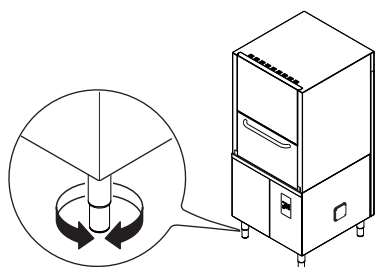

Figure 9 Réglage des pieds
- Effectuer le réglage de l'appareil en tournant les pieds de réglage spécialement conçus à cet effet et s'assurer que l'appareil est parfaitement de niveau, tant longitudinalement que transversalement (Figure 9).